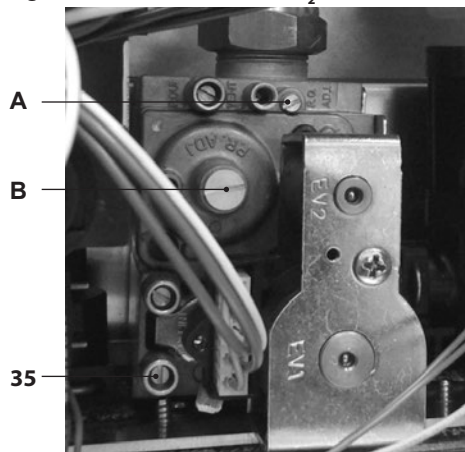

Figura 7.5
- A caldaia spenta (fuori servizio), controllare la pressione di alimentazione utilizzando la presa 35 in Figura 7.5 e confrontare il valore letto con quelli riportati nella tabella Pressioni di alimentazione gas nella sezione "Dati tecnici" pag. 34.
- Richiudere bene la presa di pressione 35 in Figura 7.5.
- Per tarare il **CO2** della caldaia (pressione del gas al bruciatore) svitare completamente il tappo in ottone di protezione B e agire sulla vite a brugola ø 4 mm sottostante Figura 7.5, girando in senso orario il **CO2** aumenta.
- Se i due dati non coincidono agire sulla vite regolazione massimo RQ (A in Figura 7.5) della valvola gas e tarare il **CO2** allo stesso valore riportato nella sezione "Dati tecnici" in tabella "Dati in sanitario" pag. 30 (modelli M260.1616 SV/T), pag. 34 (modelli M260.2025 SV/T) e pag. 38 (modelli M260.3035 SV/T). Girando in senso orario il **CO2** diminuisce.